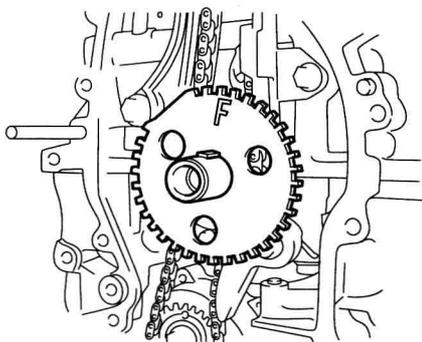

图 1-13 拆卸 1 号曲轴位置传感器齿板
30. 拆卸 1 号曲轴位置传感器齿板，如图 1-13 所示。